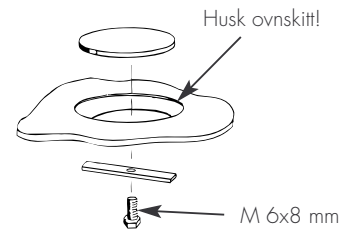

Fig. 3 Montering blindlokk
3. Løft, ikke tipp, ovnen til oppreist stilling, og monter røykuttak og blindlokk. Husk ovnskitt. Se fig. 3 og 5.